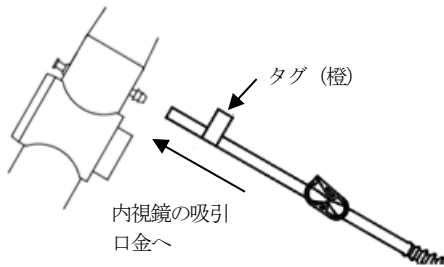

図 4B
- 3) 本品の橙色のタグの付いたチューブ端 (図 4B) を内視鏡の吸引口金に取り付ける。